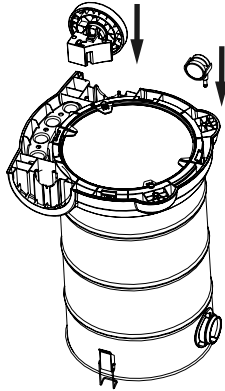

Fig. 5 – Instalación de las ruedas
- Primero encaje las ruedas grandes en el cuerpo de la aspiradora. Para facilitar el montaje, en la parte inferior de la aspiradora son grabadas en el lado derecho la letra R (right) y en el lado izquierdo la letra L (left). En cada base de la rueda está grabada una letra R o L. Para montar correctamente las bases de las ruedas en la aspiradora, monte la base de la rueda R en el lado R de la aspiradora, según la Fig. 5. De la misma forma la base de la rueda L debe ser montada del lado L de la aspiradora. Después de montar las bases de las ruedas en la aspiradora, fíjelas con los tornillos phillips que acompañan la aspiradora (2 tornillos 3,9 x 25 mm para cada base de la rueda). Después de montar las ruedas grandes, instale las ruedas pequeñas encajándolas en la base de la aspiradora;